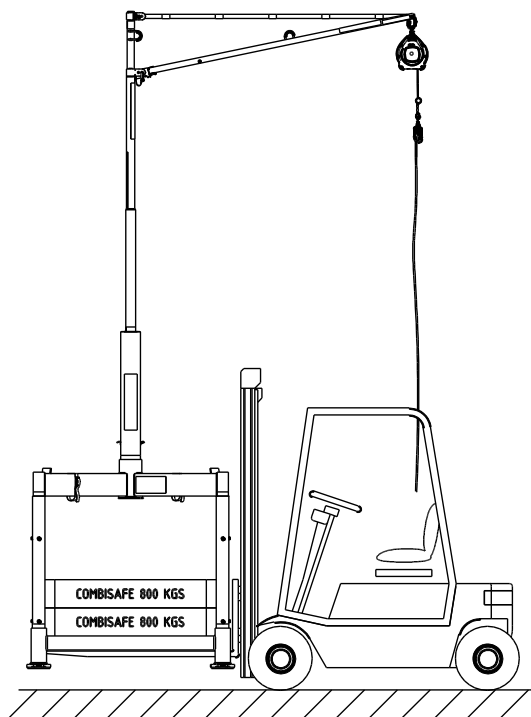

Bild 31. *Lyft av komplett enhet vid transport.*
1. Använd en gaffeltruck eller motsvarande fordon, placera gafflarna under Basenheten och öka avståndet mellan gafflarna så mycket som möjligt, se Bild 31. Lyft enheten långsamt och se till att ingen del på COMBISAFE Lastningssystem MkII kan fastna